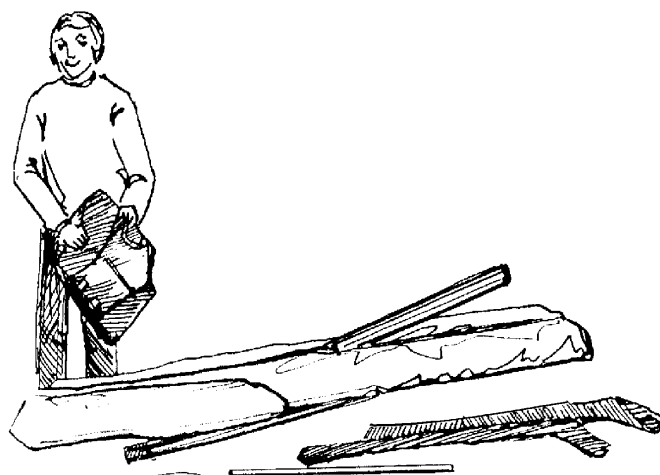

Рис.1
2.1.2. Расстегните «молнию» на чехле. Снимите с крыла фиксирующие ленты-липучки. Извлеките латы в чехлах, ручку управления, боковые трубы №3 и запасные части, если они есть. (Рис.1)